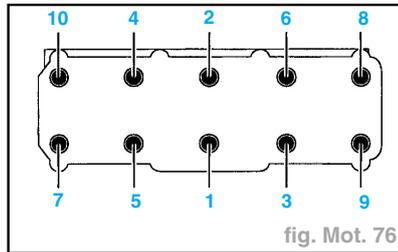

fig. Mot. 76
- Serrer comme suit les vis de culasse en quatre passes et dans l'ordre indiqué (fig. Mot. 76) :